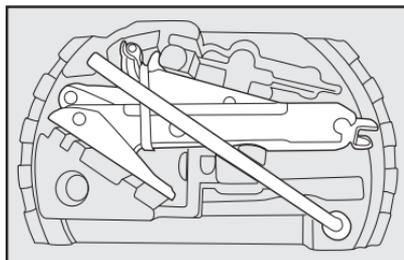

fig. 10
14) Colocar o macaco no suporte das ferramentas **fig. 10**, encaixando de modo a evitar vibrações, ou que se solte durante a marcha.